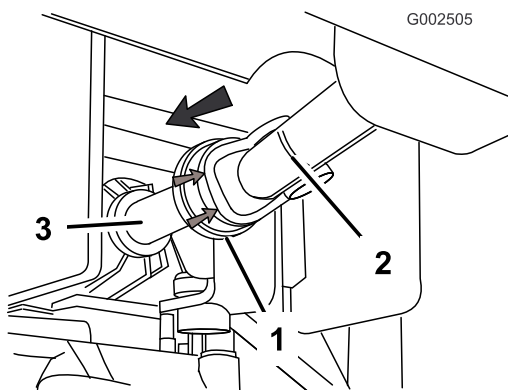

**Figure 22**
11. Utilisez les panneaux d'accès de chaque côté du patin pour vérifier qu'aucun flexible ou câble n'est coincé (Figure 22).